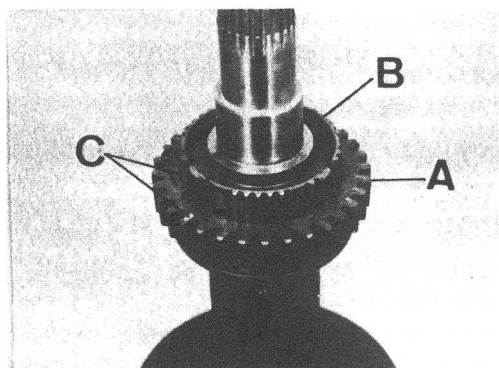

Fig. C1-128 Montaje del conjunto del eje principal
- 3.2. Montar el cuerpo exterior del sincronizado de 1a y 2a velocidad, A (Fig. C1-128) sobre el cuerpo interior, B, de forma que la canal del alojamiento de la horquilla selectora quede situada hacia el extremo trasero del eje, y las marcas, C, para conservar el apareamiento, deberán coincidir.